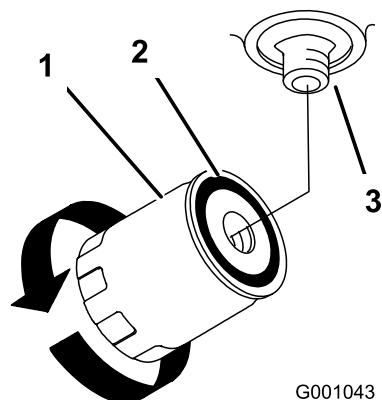

Figure 76
4. Déposez le filtre usagé et essuyez la surface du joint de l'adaptateur (Figure 76).
7. Tournez le filtre dans le sens horaire jusqu'à ce que le joint rejoigne l'adaptateur, puis donnez 1/2 tour supplémentaire (Figure 76).